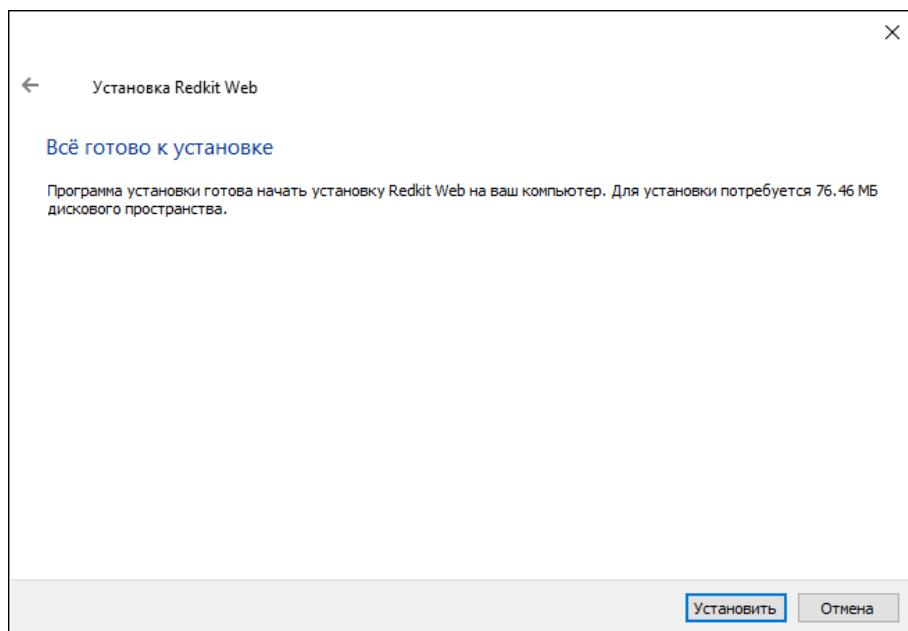

Рисунок 504 - Установка Redkit Web
6. Нажмите Установить (Рисунок 504).